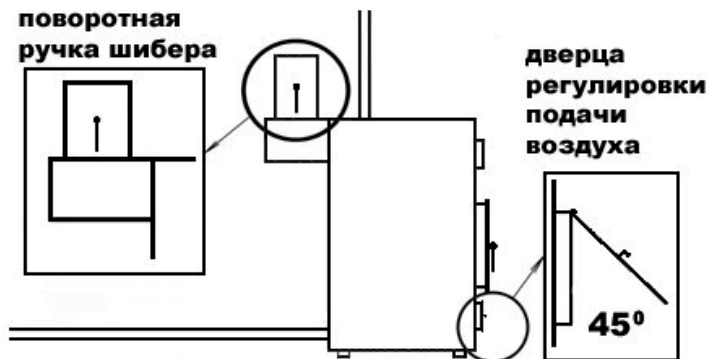

Рис. 3
Регулировка мощностной нагрузки котла, производится установкой ручки регулировки, изменения положений дверцы регулировки подачи воздуха и дроссельной заслонки (Рис.3). Фиксируя ее от самого нижнего положения до самого верхнего положения производится регулирование мощности работы котла. Крайнее нижнее положение соответствует полному прекращению работы котла. Крайнее верхнее положение соответствует наиболее быстрому нагреву теплоносителя.
2. – установите, ручку регулировки мощности котла (Рис.3), в верхнее положение, соответствующее максимальной мощности котла. При этом дверца регулировки подачи воздуха будет находиться в максимально открытом положении под 45°.
7 - необходимо следить за тем, чтобы температура теплоносителя не поднималась выше 85°C. Прекращение подъема температуры обеспечивается перемещением ручки регулировки, изменения положений дверцы регулировки подачи воздуха и дроссельной заслонки (Рис.3) в более нижние положения.
Если необходимо поднять температуру теплоносителя, то перемещайте ручку регулировки, изменения положений дверцы регулировки подачи воздуха и дроссельной заслонки (Рис.3) в более верхние положения. Чем выше установите, тем быстрее будет нагреваться теплоноситель и соответственно будет больше промежуток инерции подъема температуры при последующем необходимом прекращении нагрева теплоносителя – закрыванием дверки подачи воздуха и дросселя.
Если необходимо уменьшить температуру теплоносителя, переместите ручку регулировки, изменения положений дверцы регулировки подачи воздуха и дроссельной заслонки (Рис.3) в более нижнее положение. Чем ниже установите, тем быстрее будет падать температура теплоносителя, воды и соответственно будет больше промежуток инерции понижения температуры при последующем прекращении уменьшения температуры теплоносителя – при открывании дверки подачи воздуха и дросселя.
8 - После того как воздух в отапливаемом помещении нагреется, установите ручки регулировки, изменения положений дверцы регулировки подачи воздуха и дроссельной заслонки (Рис.3) в положение, при котором необходимая Вам температура теплоносителя не будет подниматься и уменьшаться – стабилизируется и будет оставаться такой до тех пор пока в загрузочном пространстве котла не останется топлива менее 1/5 от количества максимальной загрузки (максимальная загрузка до верха проема загрузочного пространства), после чего Вы должны будете или доложить топлива – в этом случае температура теплоносителя и воздуха в отапливаемых помещениях останется стабильной, если не изменится значительно температура наружного воздуха, более чем на 5-10°C или приоткрыть дверку подачи воздуха для обеспечения полного догорания топлива.
9 - перед очередной закладкой топлива установите ручку регулировки, изменения положений дверцы регулировки подачи воздуха и дроссельной заслонки (Рис.3) в крайнее верхнее положение для обеспечения максимальной тяги, подождите 1-2 минуты (этим вы обеспечите минимальный выход дыма в помещение при открывании дверки топки), после чего откройте дверку топки, загрузите топливо, закройте дверку топки и через 2 - 3 минут верните ручку регулировки, изменения положений дверцы регулировки подачи воздуха и дроссельной заслонки (Рис.3) в то положение, в котором она находилась до перемещения в крайнее верхнее положение, если хотите сохранить прежний режим работы котла.
положений дверцы регулировки подачи воздуха и дроссельной заслонки (Рис. 3) буквально на 5-10 минут, пока заложенное топливо не займется огнем, (чем влажнее топливо - тем дольше), после чего необходимо вернуть ее в положение, в котором она находилась до закладки топлива;
При первой топке котла после его установки, ручка регулировки (Рис. 3) должна находиться в верхнем положении до момента нагрева теплоносителя до 75-85°C и позволить котлу проработать в таком режиме не менее 6 часов. После чего устанавливайте необходимую Вам температуру теплоносителя, воздуха в отапливаемых помещениях перемещением ручки регулировки (Рис. 3) в соответствии вышеуказанному «порядку эксплуатации».